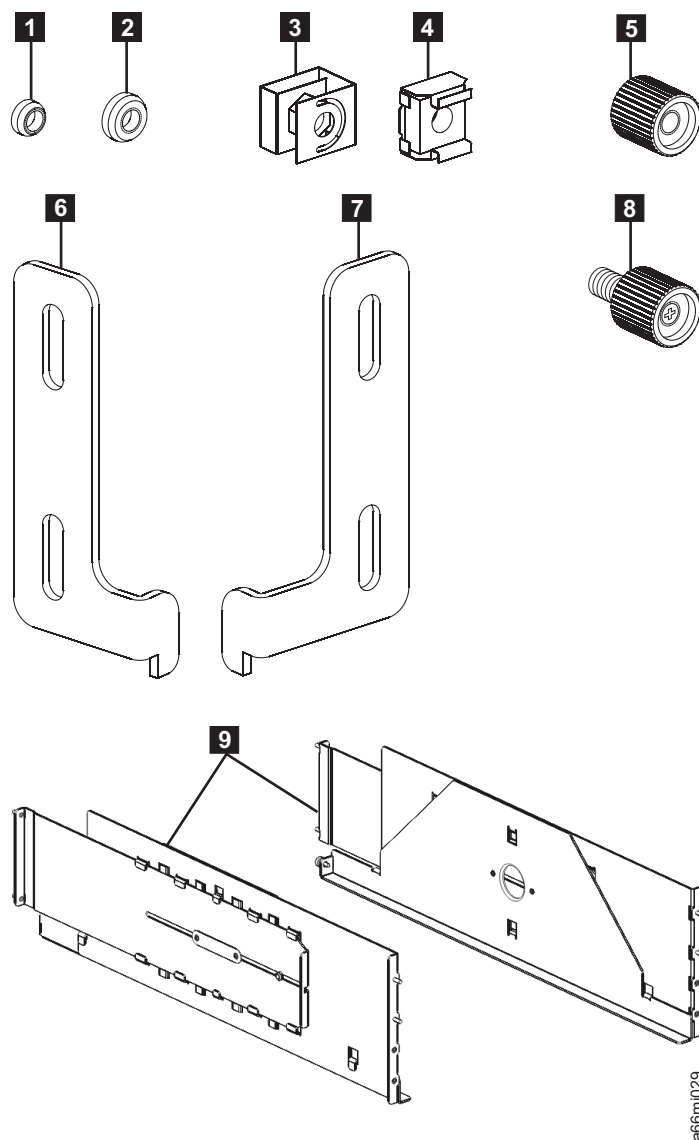

図 3-3. ラック・マウント・キットのハードウェア (図のパーツのサイズは実際の大きさに比例していません)
16	中心ナット: • 丸穴付きラック用 8 個 (図 3-3 の 1) • 四角穴付きラック用 8 個 (図 3-3 の 2)
8	黒のサム・ナット (3-5 ページの図 3-3 の 5)
2	ラック・イヤー (3-5 ページの図 3-3 の 6 および 7):
4	ラック・イヤーねじ (3-5 ページの図 3-3 の 8):
2	レール (3-5 ページの図 3-3 の 9)
8	クリップ/ケージ・ナット: <ul style="list-style-type: none"> • 丸穴付きラック用クリップ・ナット 4 個 (3-5 ページの図 3-3 の 3) • 四角穴付きラック用ケージ・ナット 4 個 (3-5 ページの図 3-3 の 4)
ラック・マウント・キットに含まれるレール (3-5 ページの図 3-3 の **9**) は、垂直方向のラック・スペースとして 5 EIA を必要とするため、ライブラリー用に選択したラック位置の最下部の 5 つの EIA に取り付けます。
3. 14U ライブラリーの場合、前面ラック・レールの以下の位置に、丸穴付き垂直ラック・レールの場合はクリップ・ナット (3-5 ページの図 3-3 の **3**) を、または四角穴付き垂直ラック・レールの場合はケージ・ナット (3-5 ページの図 3-3 の **4**) を取り付けます。
1. レール (3-5 ページの図 3-3 の **9**) を縮めます。
- 丸穴付きの垂直ラック・レールには、丸穴の中心ナット (3-5 ページの図 3-3 の **1**) を使用します。
- 四角穴付きの垂直ラック・レールには、四角穴の中心ナット (3-5 ページの図 3-3 の **2**) を使用します。
- b. 各スタッドにサム・ナット (3-5 ページの図 3-3 の **5**) を取り付けて、締めます。